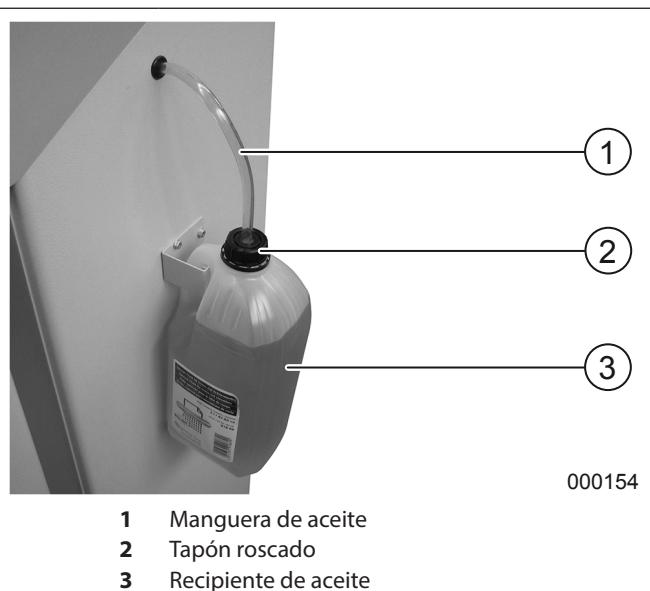

Fig. 6 Recipiente de aceite
Si el indicador de control (Fig. 2/7) parpadea, normalmente el recipiente de aceite (Fig. 6/3) está vacío y tiene que sustituirse por un recipiente lleno. Se desconecta el motor.
2. Soltar el capuchón (Fig. 6/2), retirar la manguera de aceite con el capuchón del recipiente vacío y retirar el recipiente.
3. Colgar el recipiente lleno y retirar el capuchón. Introducir la manguera de aceite (Fig. 6/1) en el recipiente y volver a cerrar el recipiente con el capuchón que se encuentra en la manguera de aceite.